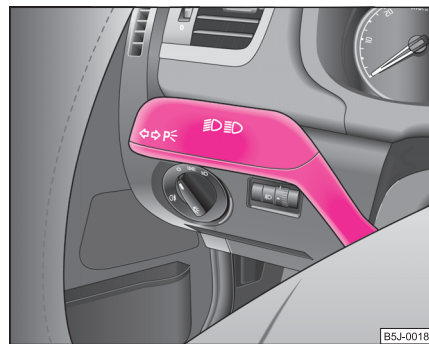

Abb. 37 Der Blinklicht- und Fernlichthebel
- Drücken Sie den Fernlichthebel zum Einschalten des Fernlichts nach vorn \Rightarrow Seite 60, Abb. 37.
- Drücken Sie den Hebel nach oben bzw. nach unten ⇒ Abb. 37.